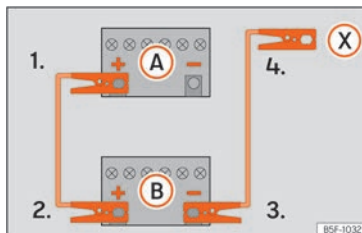

Fig. 44 Schema elettrico per i veicoli non dotati di sistema Start&Stop.
2. Collegare un'estremità del cavo di emergenza rosso al polo positivo (+) del veicolo con la batteria scarica (A) » **fig. 44.**
3. Collegare l'altra estremità del cavo di emergenza rosso al polo positivo (+) della batteria che fornisce la corrente (B).
- 4a. *Nei veicoli senza sistema Start/Stop:* collegare un'estremità del cavo nero di emergenza al polo negativo (-) del veicolo che eroga la corrente (B) » **fig. 44.**